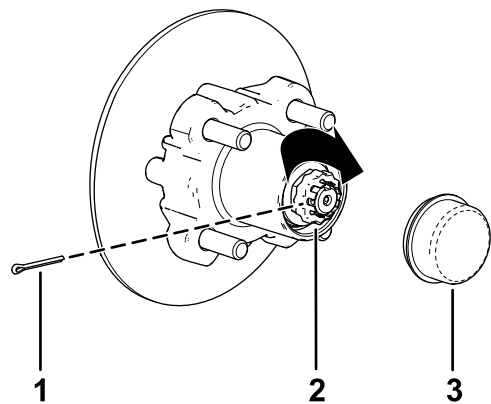

Figura 37
8. Instale o retentor por cima da porca e verifique o alinhamento da ranhura no retentor e o orifício no eixo para o contrapino (Figura 37).
9. Coloque o contrapino e dobre as pernas em torno do retentor (Figura 37).
10. Coloque o tampão antipoeira no cubo (Figura 37).